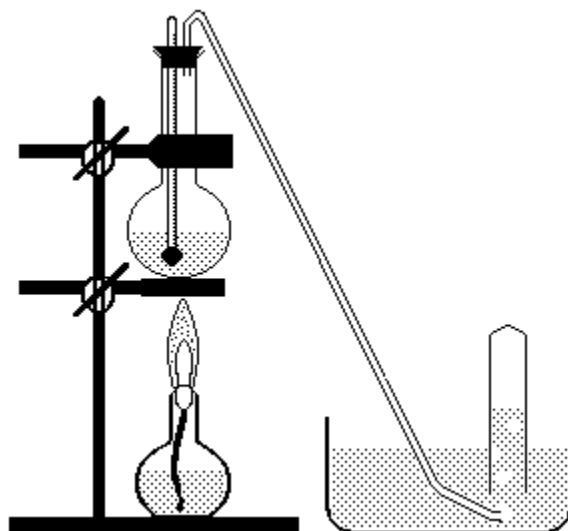

Figura 7.3: Obtención de Etileno.
2. Cierre el matraz con un tapón con dos orificios, en uno de ellos coloque el tubo de desprendimiento y en el otro coloque un termómetro. El sistema se muestra en la figura 7.3